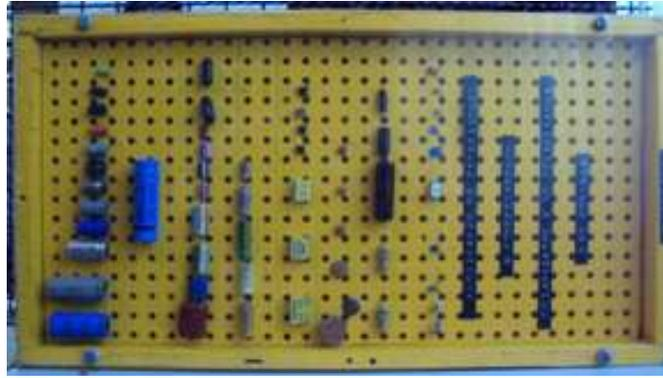

Figura 2.1 Tablero de capacitores
- a) Explicación por parte del profesor con ayuda del tablero de muestra de capacitores, de los diferentes tipos y sus características (Figura 2.1).